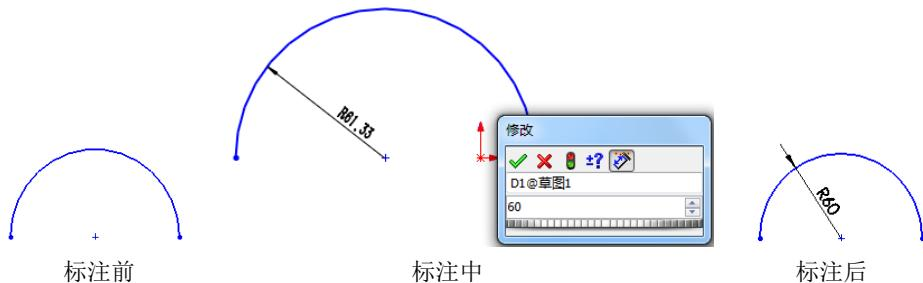

图2-86 圆弧半径的标注过程图示
- 标注圆弧的半径：标注圆弧半径的方法比较简单，直接选取圆弧，在“修改”对话框中输入要标注的半径值，然后单击放置标注的位置即可。图2-86所示说明了圆弧半径的标注过程。